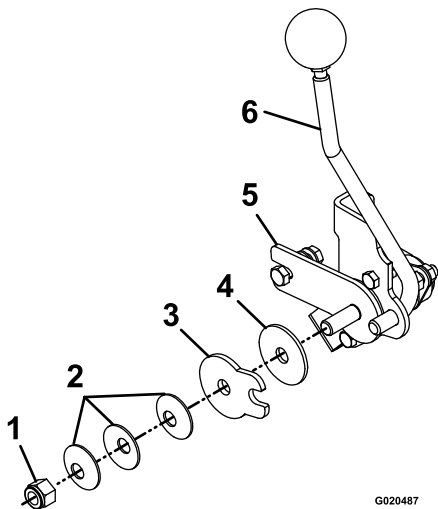

Figure 54
3. Pour régler la tension, réglez l'écrou de pivot situé au bout de l'arbre de commande de déplacement, devant la console droite (Figure 54).